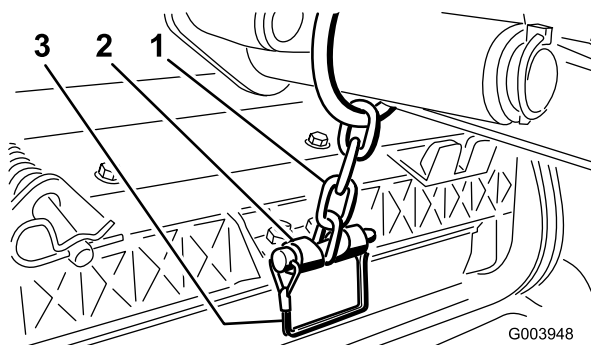

Bild 12
12. Befestigen Sie die Hubarmkette mit dem Einraststift an der Kettenhalterung (**Bild 12**). Verwenden Sie die Anzahl der Kettenglieder, die in der *Bedienungsanleitung* der Schneideinheit beschrieben ist.